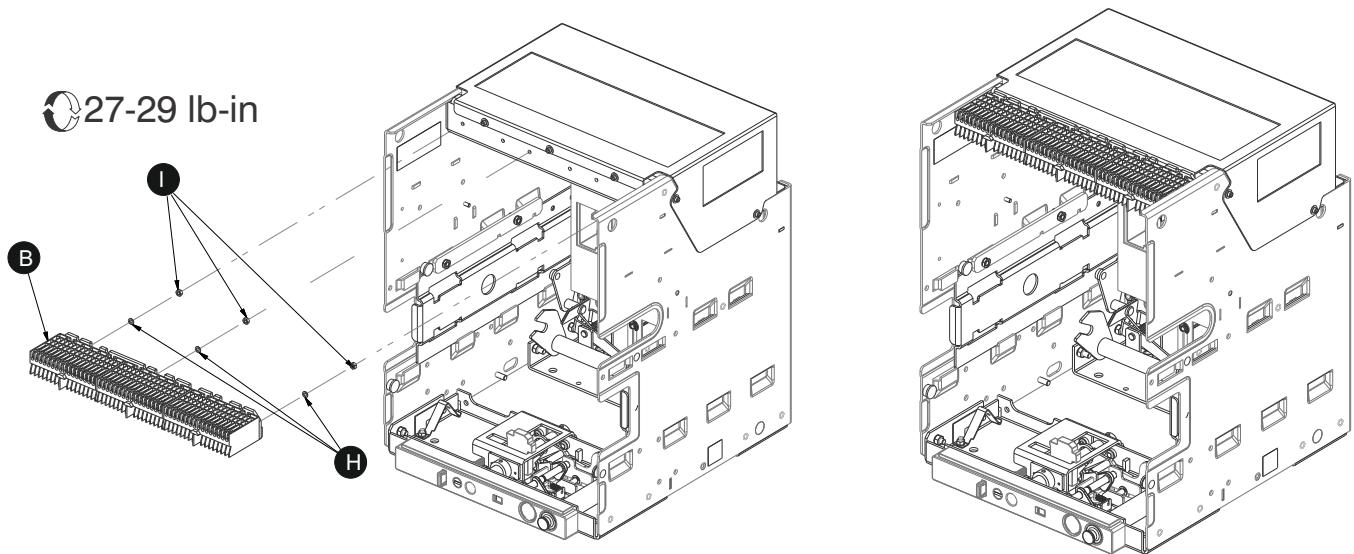

Fig.24
- Assemble the parts shown in figure 24 and 25 from EGL Env1 cassette.
- Montieren Sie die in Abbildung 24 und 25 gezeigten Teile aus der EGL Env1-Kassette
- assembler les pièces illustrées à la figure 24 et 25 à partir de la cassette EGL Env1